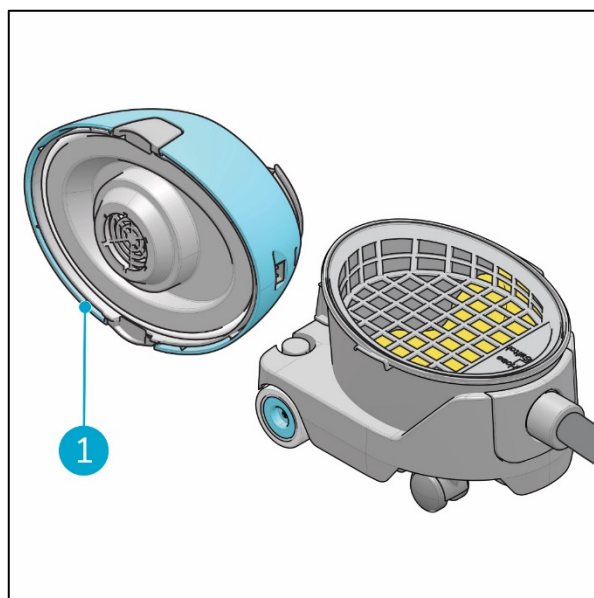

Figura 9
5. Deposita el cabezal sobre un lado en una superficie plana (Figura 9, pos. 1).